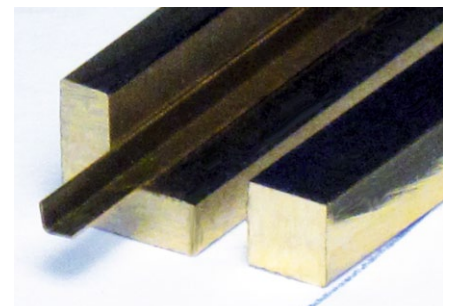
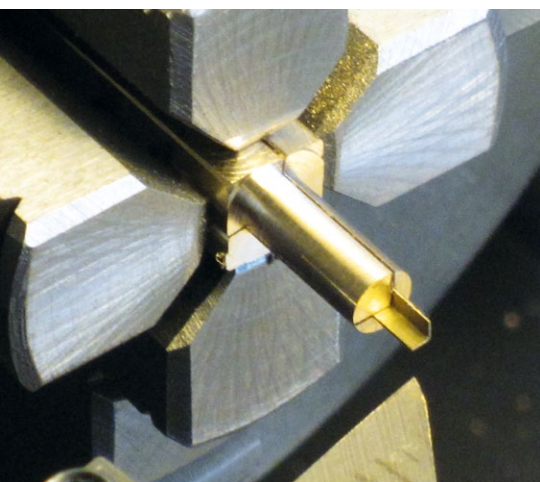

Abbildung 12: Vorbereitung der beiden Klemmstücke für das Runddrehen
Abbildung 13: Der Durchmesser sollte besser 2 bis 3 Hundertstel millimeter kleiner als groß gedreht werden
In Abbildung 11 links habe ich die Konstruktion von Klemmstücken für L-Profile in $1,4 \times 1,4$ mm dargestellt, die ich ebenfalls für die oben genannten Lager auf exakte Längen zu bringen hatte. Auch hier ist der 4-mm-Durchmesser gestrichelt gezeichnet und das Ausgangsprofil ist ebenfalls 6×6 mm. Abbildung 12 zeigt Unter- (A) und Oberteil (B) mit einem eingelegten Profil und Abbildung 13 den Beginn des Runddrehens. Auch hier sollte das Oberteil B an der Kante, die in die Ecke des Profils drückt,